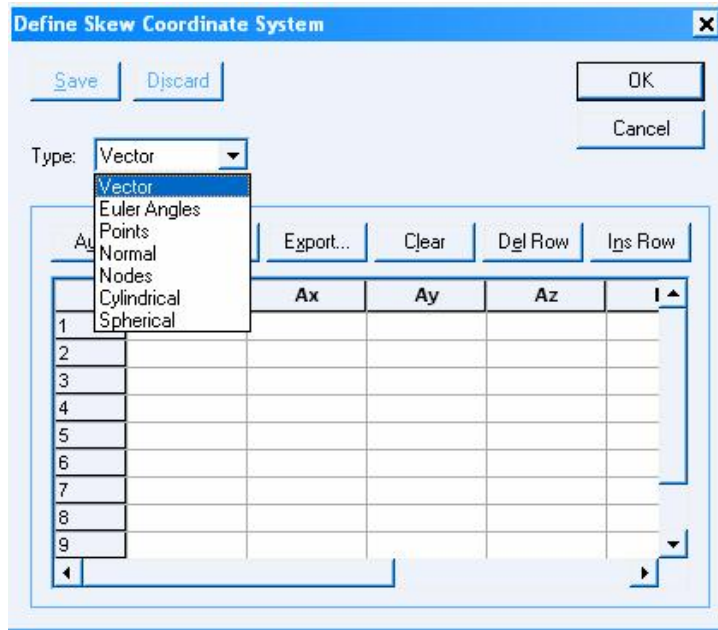
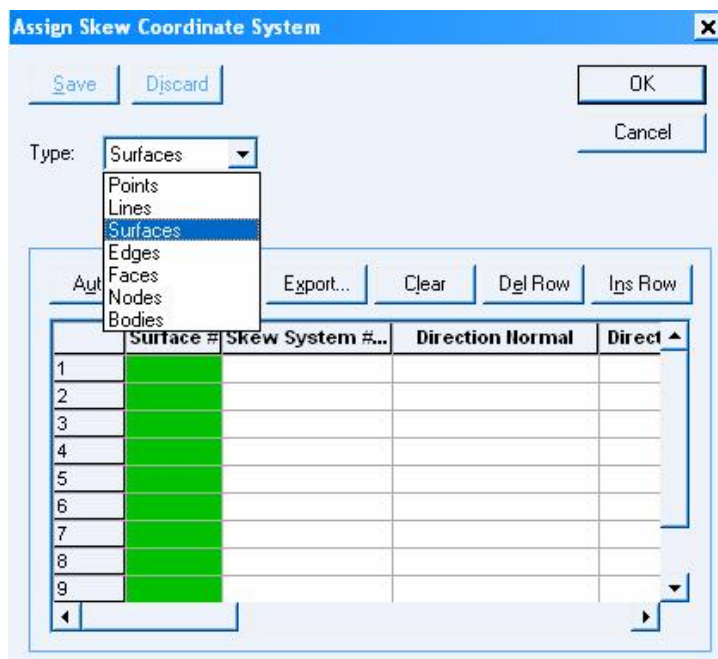

图 3.1
图 3.2
**用法：**菜单 Model - Skew Systems - Define...来定义斜坐标系，其定义的方法很多，如图 3.1 所示。定义完成后，菜单 Model - Skew Systems - Apply...将所定义的 Skew System 指定到某一几何上，如图 3.2 所示。需要说明的是，定义 Skew System 时，若选择的 Type 为 Normal，则只需要给定斜坐标系 Name 即可，指定到某一几何后，Skew System 的一个坐标轴将垂直于该几何。